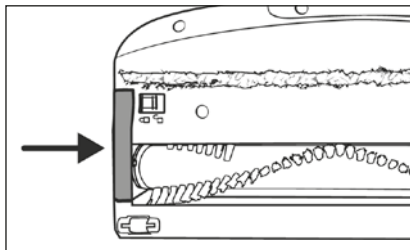

Fig. 27
- 6) Inserire il supporto del rullo a spazzola **20** nuovamente nella spazzola per pavimenti **22**. Premerlo verso il basso finché non si innesta nella spazzola per pavimenti **22** con un clic (vedere fig. 27).